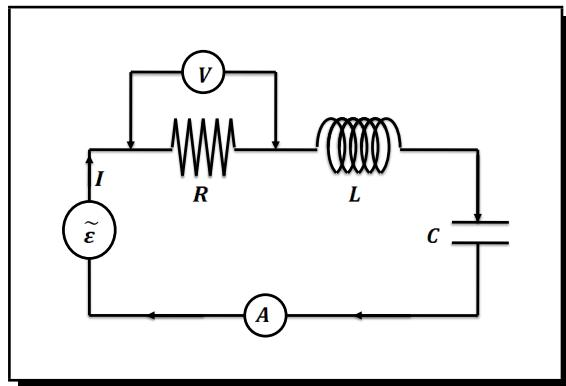

Figura 3.36: Montaje para estudiar un circuito RLC en serie
- Realice el montaje de la Figura 3.36 , con los valores de $R = 47\Omega$, $L = 3\text{mH}$ y $C = 47\mu\text{C}$.